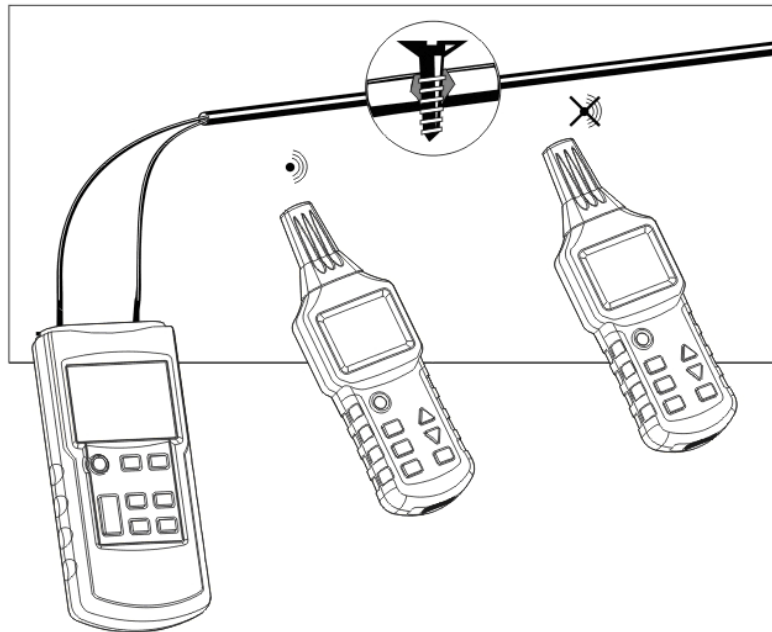

Abb.15
- Schließen Sie den Sender gemäß Abb. 15 an.